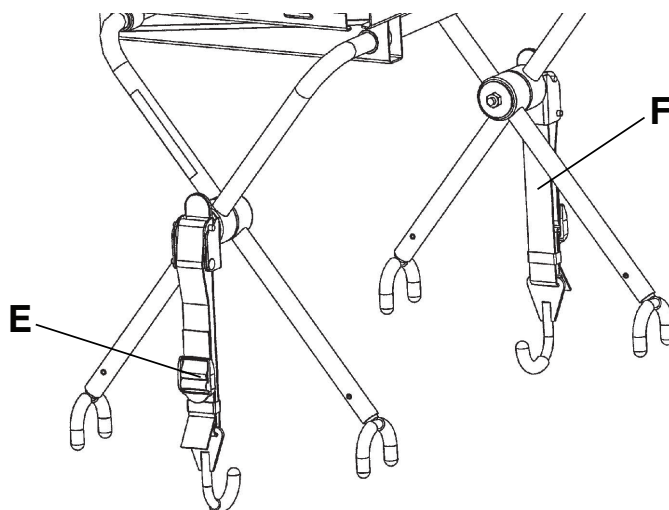

Rysunek 27 – Położenie haczyka zatrzasku (przedstawiono Model 6506)
6. Umieść haczyk zatrzasku (C) pod ramą blatu lub mocowaniem po stronie stóp pacjenta i przesunąć występ do góry (D) aż do zablokowania po jednej stronie ze słyszalnym kliknięciem (Rysunek 27). Powtórzyć czynności po drugiej stronie. W przypadku noszy kompatybilnych z systemem **Power-LOAD** (jeżeli znajdują się na wyposażeniu) należy wydłużyć i przymocować paski do mocowania po stronie stóp pacjenta (Rysunek 28).